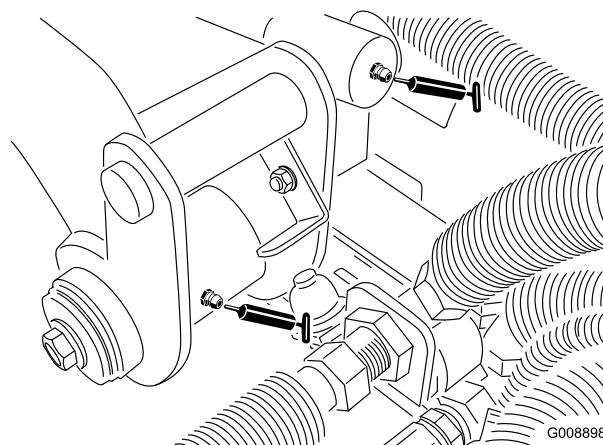

Figure 37
- Pivot de bras de levage arrière et vérin de relevage (2 (Figure 37)